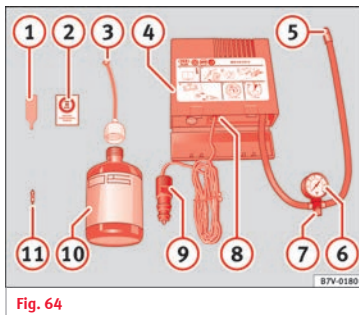

Fig. 64
- Skru ventilhætten og ventilkeglen af dækventilen. Anvend værktøjet til afmontering af ventilkogler »» Fig. 64 -ventilkogle- til
- Ryst dåsen med dæktætningsmidlet kraftigt »» Fig. 64 ⑩.
- Skru påfyldningsslangen »» Fig. 64 ③ på dåsen. Folien på lukningen bliver automatisk brudt.
- Fjern proppen fra påfyldningsslangen »» Fig. 64 ③, og skru den åbne ende helt på dækventilen.
- Sæt ventilkoglen ind i ventilen med værktøjet til afmontering af ventilkogler »» Fig. 64 ①.
- Skru luftkompressorens påfyldningsslange »» Fig. 64 ⑤ fast på dækventilen.
- Kontroller, om luftaftapningsskruen »» Fig. 64 ⑦ er lukket.
- Sæt stikket »» Fig. 64 ⑨ ind i bilens 12-volts-stikdåse »»  Side 177.
- Tilslut luftkompressoren med tilslutnings-/afbryderkontakten »» Fig. 64 ⑧.